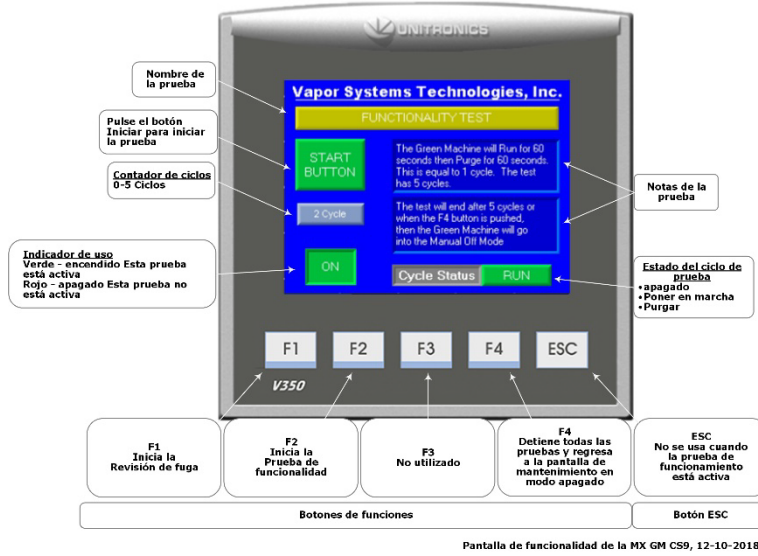

Figura 7-5: Pantalla de prueba de funcionamiento
1. Presione el botón F2 para acceder a la pantalla de la prueba de funcionamiento. **Vea la Figura 7-5.**